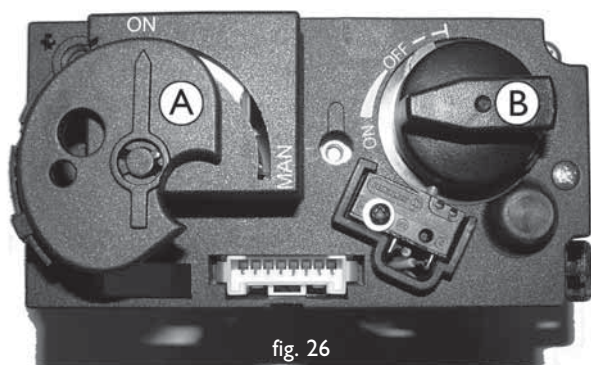

fig. 26
- Tijdens het ontstekingsproces is het niet toegestaan de regelknop B op het gasregelblok handmatig te bedienen (zie fig. 26).
- Zet knop A op het gasregelblok op ON (Knop B wordt automatisch gestuurd) (zie fig. 26). Het gasregelblok bevindt zich in het bedieningskastje.